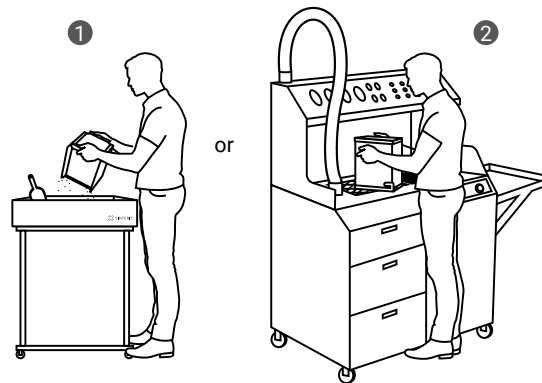

Abb. 8.5. Verschieben der IO BOX **1** in das klappbare Fach oder **2** an die PHS-Arbeitsplatte, um den Printout zu reinigen.
10. Trage die IO BOX und ihren Inhalt **1** auf das klappbare Tablett oder **2** auf die PHS-Arbeitsplatte (Abb. 8.5) und drücke dann **DONE**.